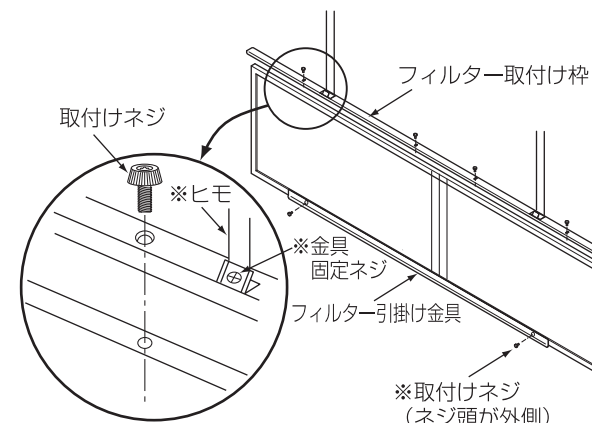
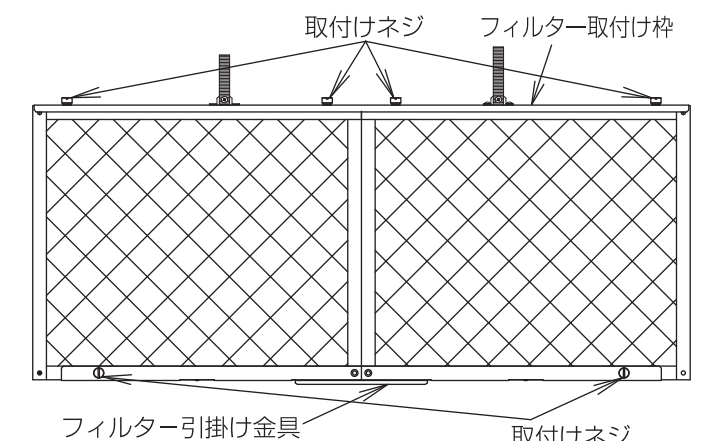

図4
図5
- フィルターと③フィルター引掛け金具を②取付けネジ (81TB, 83STBは2本、82TB, 84STBは4本使用) で固定してください。(図4, 図5)
- 1.で組立てたフィルターをフィルター取付け枠に②取付けネジ (81TB, 83STBは4本、82TB, 84STBは6本使用) で固定してください。(図4, 図5)
しっかりと取付けてください。(図5)
1. フィルター取付け枠にフィルターを固定している金具取付けネジ (81TB・83STBは4本、82TB・84STBは6本使用) を外してください。(図4)
2. フィルター引掛け金具にフィルターを固定している金具取付けネジ (81TB・83STBは2本、82TB・84STBは4本使用) を外してください。(図4)
3. フィルターの清掃時に取外した部品、ネジを付け忘れますとフィルター落下のおそれがあります。必ず元の位置にしっかりと取付けてください。(図5)